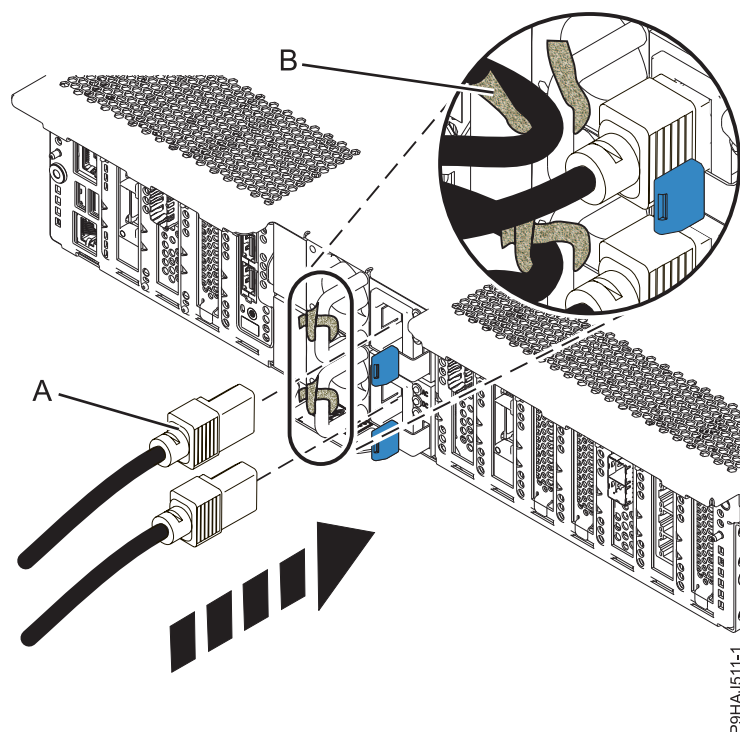

Figura 21. Connexió dels cables d'alimentació
2. Mitjançant les etiquetes, torneu a connectar els cables d'alimentació **(A)** a la unitat del sistema. Colleu els cables d'alimentació al sistema utilitzant les brides, **(B)**, tal com es mostra a Figura 21.